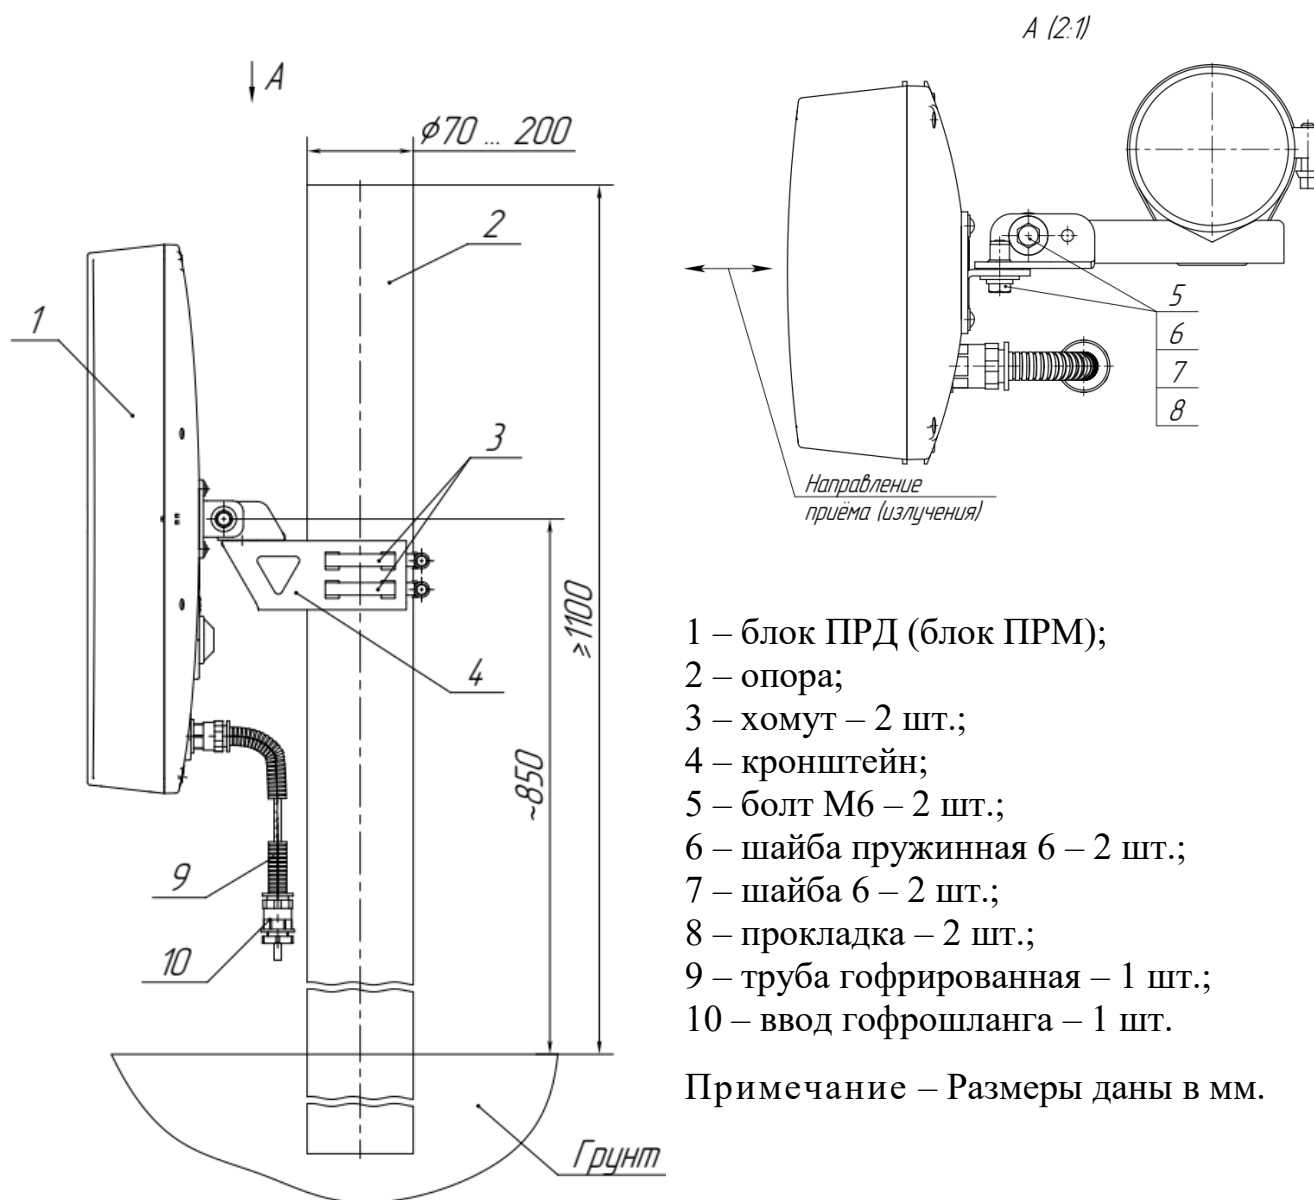

Рисунок 2.5 – Установка блока ПРД (блока ПРМ) извещателей «ФОРТЕЗА-М300-Bluetooth», «ФОРТЕЗА-М500-Bluetooth» на опоре
2.3.4.3 Установка блока ПРД (блока ПРМ) на кронштейне поз.4 (рисунок 2.5), состоящего из швеллера 2 и уголка 3, показана на рисунке 2.6.
- ослабить болты поз.5 (рисунок 2.5) блока ПРД и блока ПРМ извещателей «ФОРТЕЗА-М300-Bluetooth», «ФОРТЕЗА-М500-Bluetooth»;
затянуть болты поз.5 извещателей «ФОРТЕЗА-M300-Bluetooth», «ФОРТЕЗА-M500-Bluetooth» (см. рисунок 2.5).